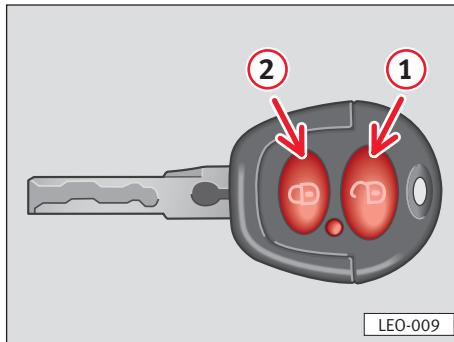

Fig. 51
– A continuación, **abrir** y **cerrar** de forma mecánica la cerradura de la puerta del conductor mediante la llave **(A)**, manteniendo presionado al mismo tiempo el pulsador **(1)** **Abrir** de la llave en cuestión ⇒ **fig. 51**.